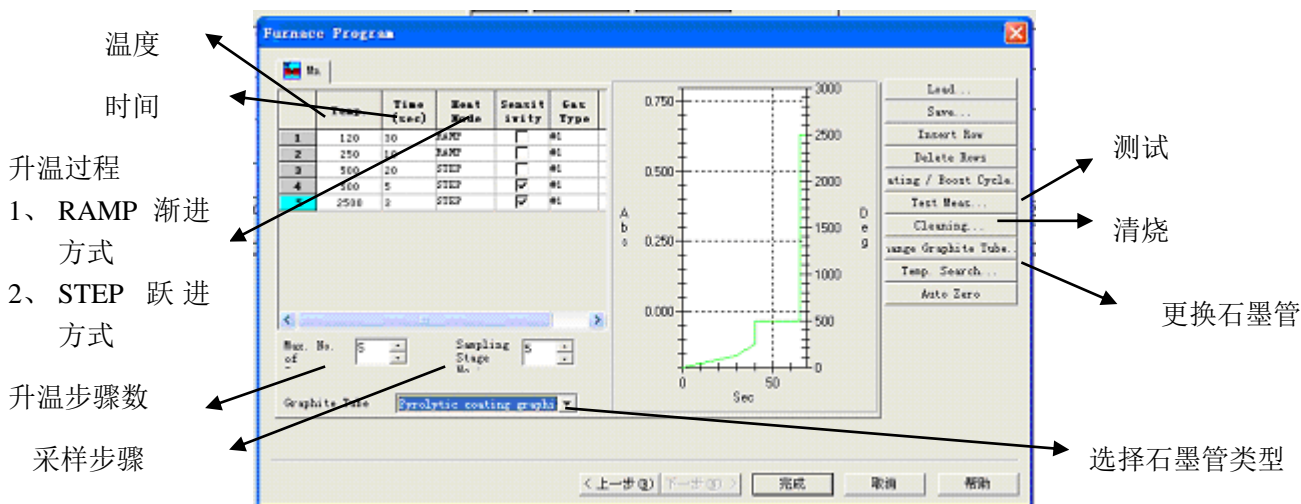

图 2-15
10、石墨炉升温程序的设置如图 2-15，此画面是石墨炉参数设置的最后的画面。
13、图 2-15、2-16、2-17 都是参数设置的最后画面，不会再有下一步。设置完成后就会直接出现测试表格的画面。测试表格的数据可以随时的修改，重新定义测试的顺序和过程。当测试表格中的标准样品测试完成后，在工作曲线区域会出现工作曲线的图形，且在图像的下方会出现回归方程和方程的相关系数。如果可以得到回归方程，那么测试位置浓度样品的时候，表格中会自动计算且显示未知的浓度。